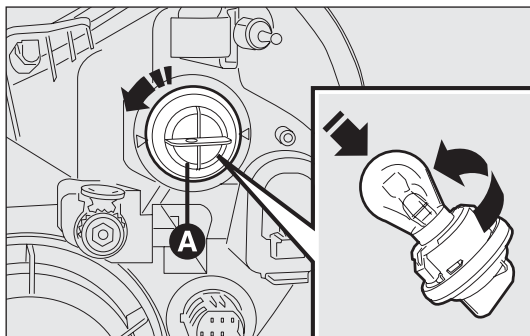

fig. 189
- draai de lamphouder A-fig. 189 linksom en verwijder hem;